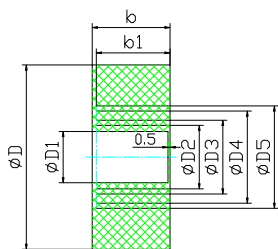

图 3
**7.3.1** 电源引入电缆的外径要与密封圈的孔径相符，密封圈材质为橡胶 XH-21，规格及尺寸见图 3（可根据引入电缆外径大小剥去密封圈同心圆）。配合直径差不大于 1mm，当压紧接线盒斗后，应保证密封圈与电缆之间以及密封圈与接线盒之间无间隙，否则将失去隔爆性能。